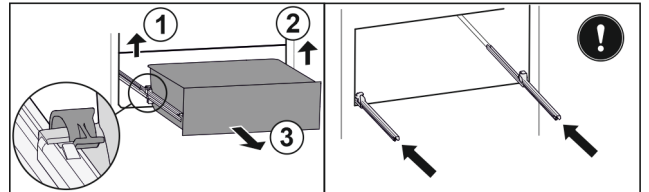

Fig. 119
- Sollevare il morsetto sinistro e allo stesso tempo tirare in avanti il cassetto sinistro. Fig. 119 (1)
- Sollevare il morsetto destro e allo stesso tempo tirare in avanti il cassetto destro. Fig. 119 (2)
- Rimuovere il cassetto tirandolo in avanti. Fig. 119 (3)